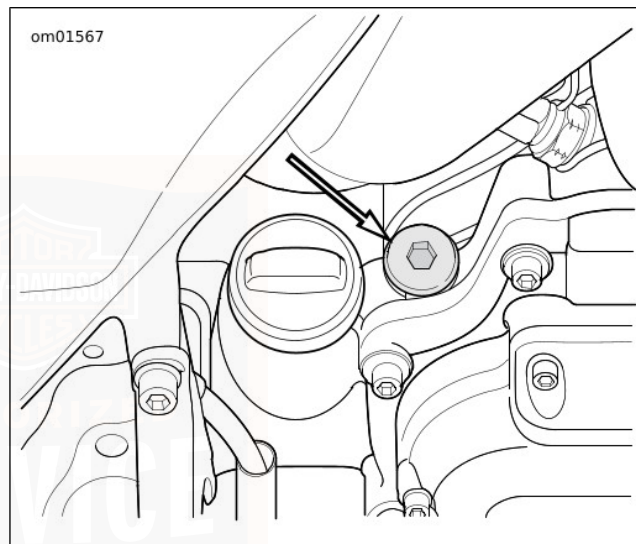

Figure 56. Emplacement de la jauge de transmission
2. Voir Figure 56. Retirer la jauge de lubrifiant de transmission. Essuyer la jauge.
1. Voir Figure 56. Retirer le bouchon de remplissage/jauge de la transmission.